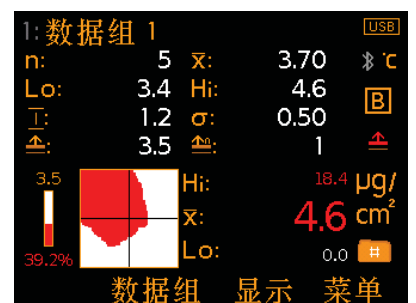

图7: 统计和通过/失败图
- 通过/失败图^a (图7); 提供盐污染的视觉指示. 可溶性盐水平的限值设置以上, 区域是红色, 限值以下区域是白色的. 通过/失败图左侧的测量柱状显示限值(柱状以上)和百分比测试区以上的定义限制(柱状以下). 柱状也是通过/失败百分比的视觉指示. 最高(Hi), 最低(Lo)和平均(\bar{x})的读数为当前测量所显示到右边.